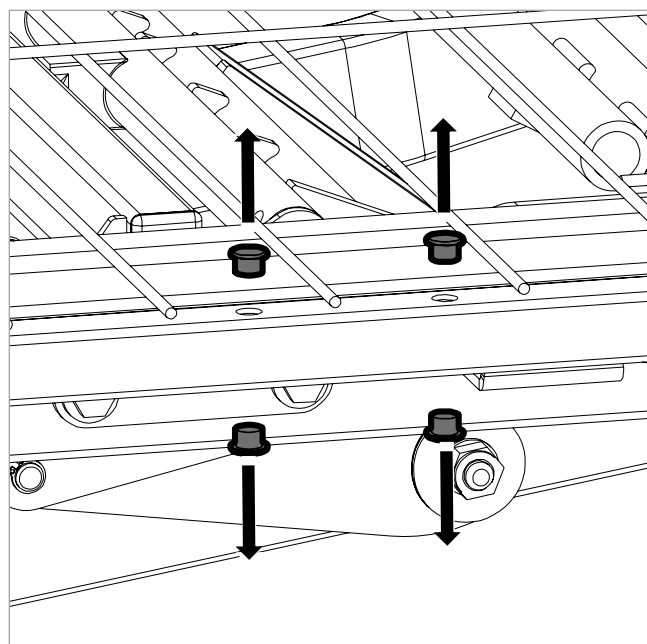

Figure 6.6
6. Retirez les 4 capuchons des trous du dossier, du côté où le levier sera monté. Ne jetez pas ces capuchons car ils devront peut-être être réinstallés si le kit de la barre d'assistance à levier est retirée ultérieurement (voir Figure 6.6).